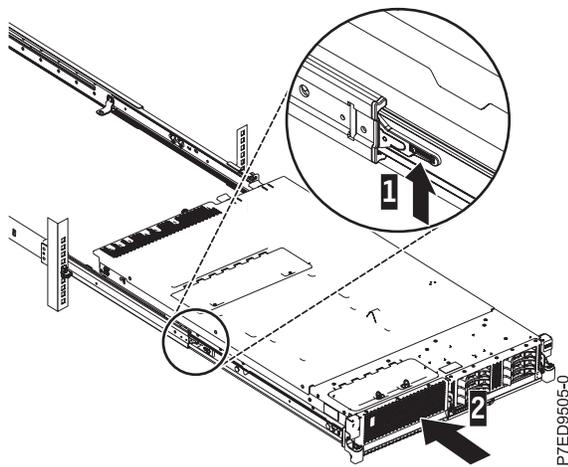

Abbildung 9. Entriegelungshebel und Server
3. Heben Sie die blauen Entriegelungshebel (1) an den Schienen an und schieben Sie den Server (2) ganz in das Rack hinein, bis er einrastet (siehe Abb. 9 auf Seite 9).